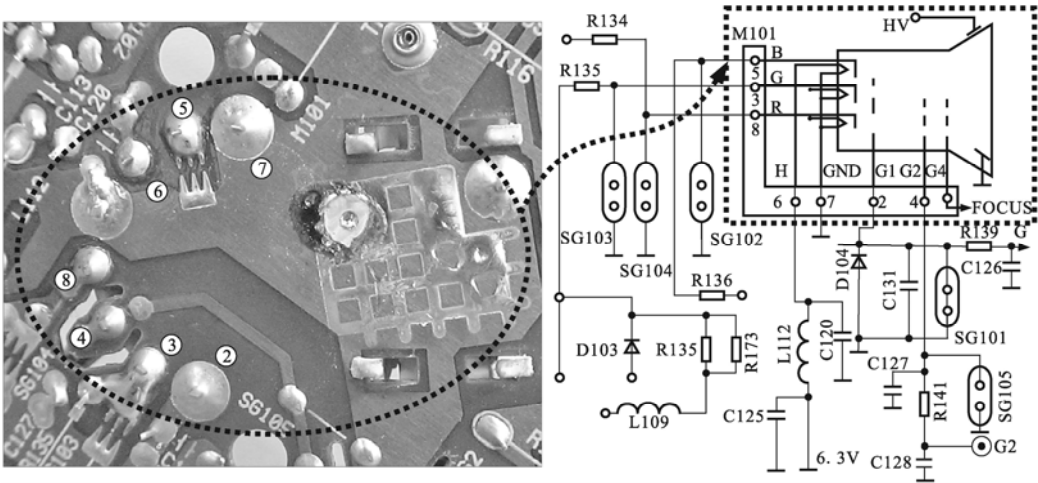

图 2-18 显像管插座 M101 的背部引脚和电路的对照图
由 MM1375 输出的 R、G、B 信号分别经中间级的放大电路后，分别输送到显像管插座 M101 的⑧、③、⑤脚，图 2-18 为显像管插座的背部引脚与电路对照图。